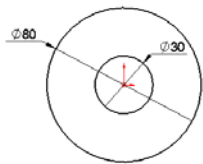

图 4-48 绘制的草图
**05** 绘制草图。在菜单栏中选择“工具”→“草图绘制实体”→“圆”命令，以原点为圆心绘制两个同心圆，直径分别为 80 和 30，如图 4-48 所示。